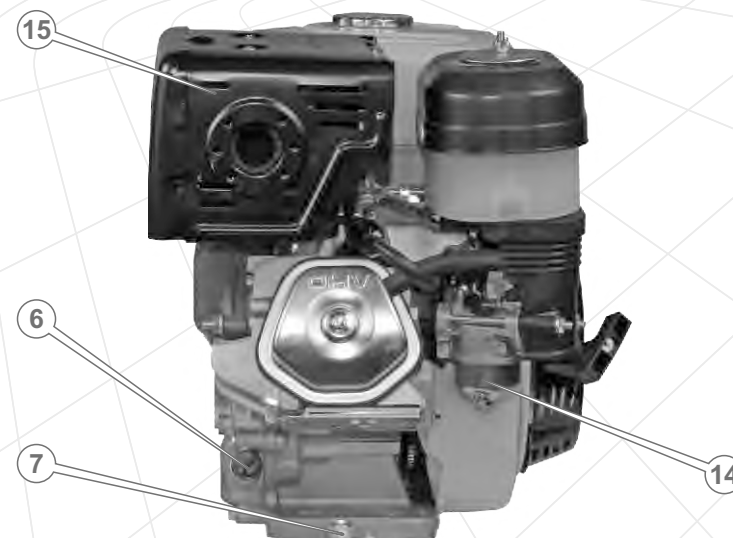

Рисунок 5
5. Двигатель в сборе (подробно см. рис. 5, 6).